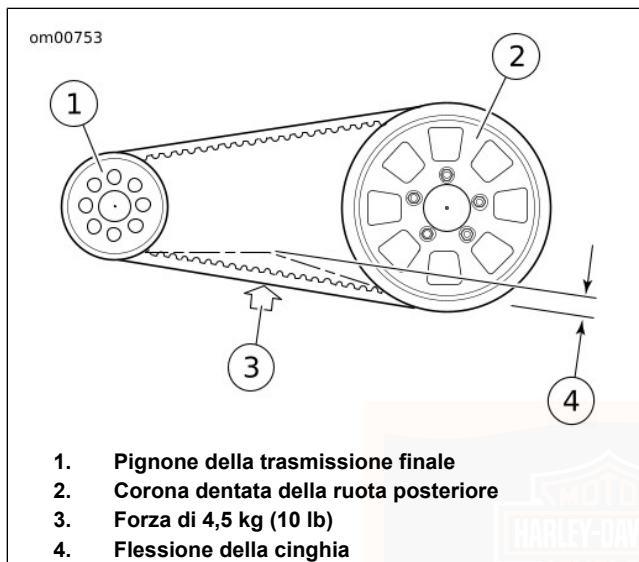

Figura 32. Flessione della cinghia: Modelli Dyna
3. Vedere Figura 32. Portare l'appoggio contro il fondo della cinghia, a metà tra il pignone della trasmissione finale e la corona dentata della ruota posteriore.